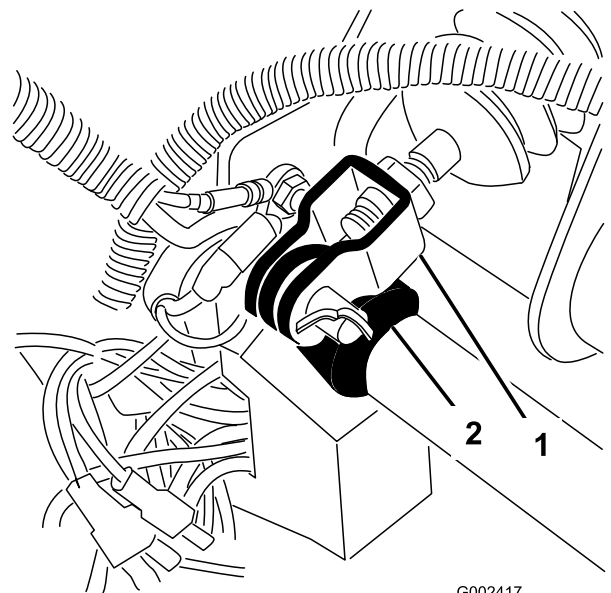

图 60
1. 取下将主汽缸轭固定到刹车踏板枢轴上的开口销和柱销图 60。